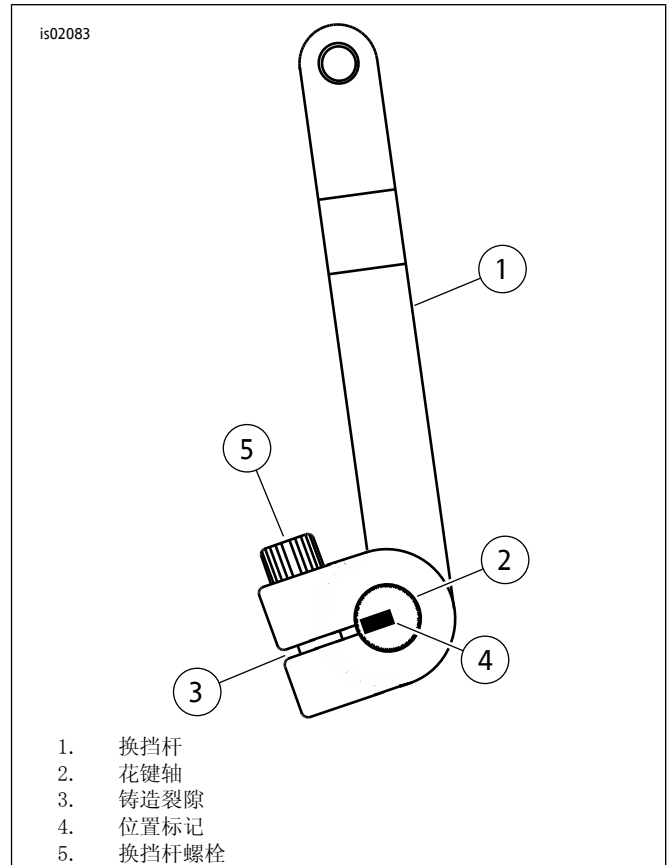

图1。变速箱换挡杆方向
8. 参见图1。在花键轴( 2 )端部画一个和铸造裂隙( 3 )对准的标记( 4 )。这样，就可以将新变速箱换挡杆和旧换挡杆安装在相同方向。